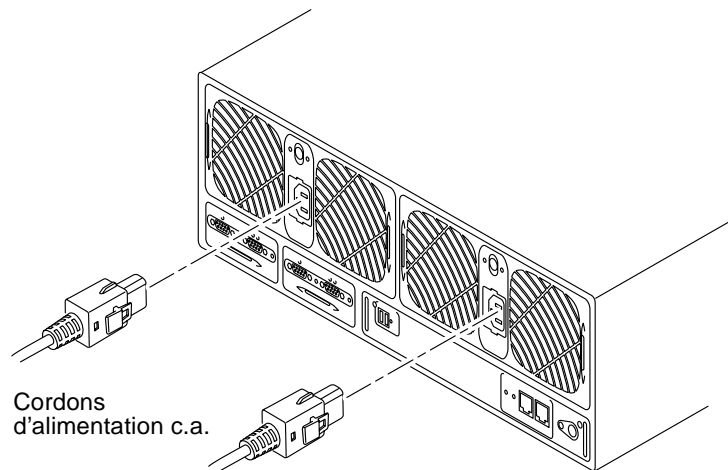

FIGURE 2-8 Branchement des cordons d'alimentation
7. **Branchez les deux cordons d'alimentation sur les deux unités d'alimentation et de refroidissement situées à l'arrière de l'unité maîtresse** (FIGURE 2-8).